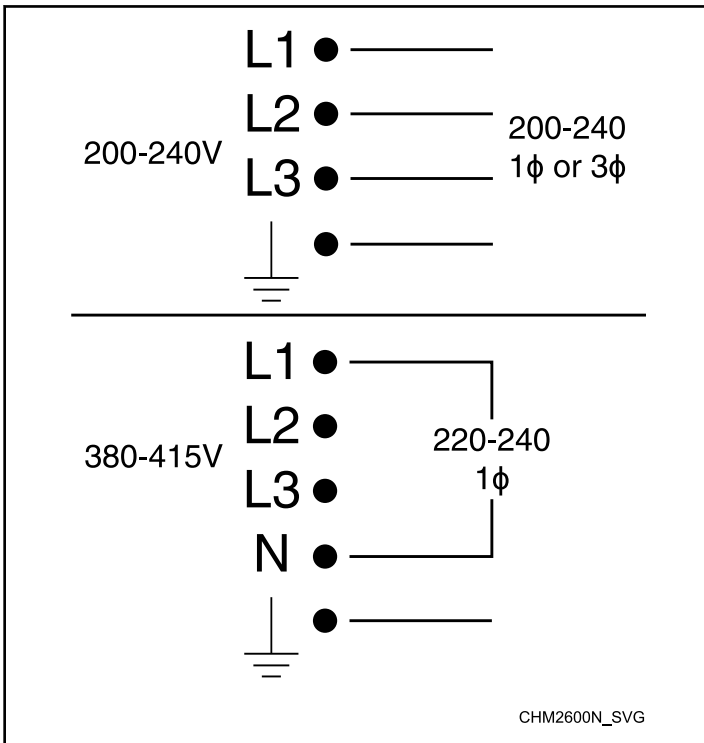

Figure 26
**IMPORTANT : Pour une tension X - Pour obtenir 200-240 V depuis une source 200-240 V, brancher L1 et L2. Pour obtenir 220-240 V depuis un source 380-415 V, brancher L1 et N. Voir Figure 26 .**